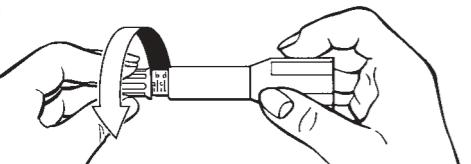

FIG 2
- Refer to Table 1 – note the depth adjustment scale mark for your particular syringe and screw the depth adjuster in (or out) until this scale mark is in line with the end of the syringe housing (**Fig 2**). This sets the depth of needle penetration to 6mm.
- Se référer au Tableau 1. Veuillez noter la graduation de l'adaptateur de profondeur pour votre type de seringue, puis visser ou dévisser l'adaptateur de profondeur jusqu'à ce que cette graduation soit alignée avec l'extrémité du porte seringue (**Fig 2**). Ceci règle la profondeur de pénétration de l'aiguille à 6mm.